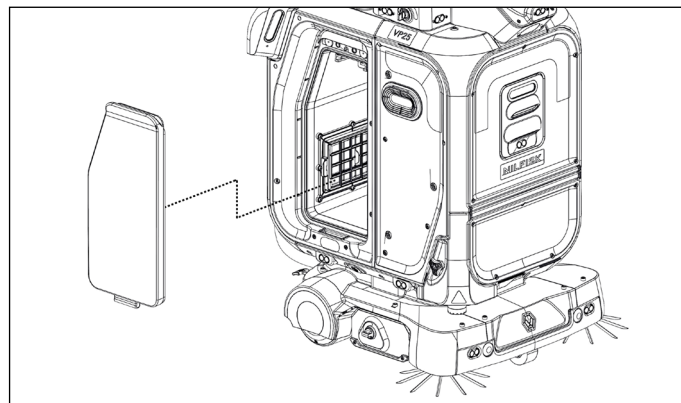

Figure 80
1. Ouvrez et retirez la trappe du réservoir (13) (**Fig. 2**) en tirant le haut de la trappe vers l'extérieur, puis en soulevant la trappe pour l'éloigner du robot (**Fig. 80**).
1. Ouvrez et retirez la trappe du réservoir (13) (Fig. 2) en tirant le haut de la trappe vers l'extérieur, puis en soulevant la trappe pour l'éloigner du robot (Fig. 80).